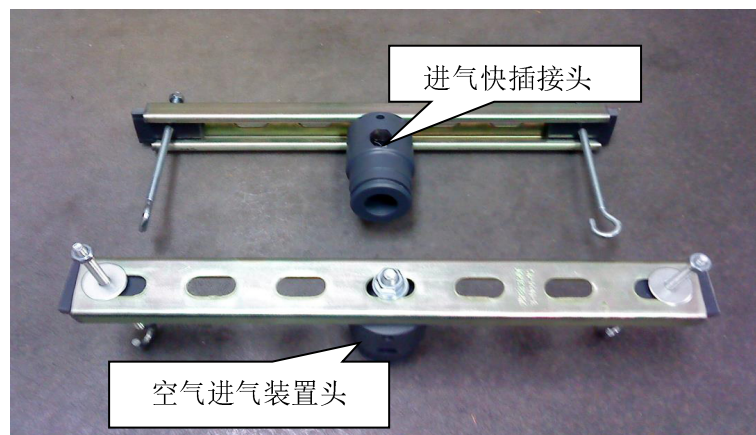

图 1：气泡检测装置
3. 将气泡测试装置插入膜组件两端（见图 1）。在插入适配器前要确保 O 型圈密封性完好；